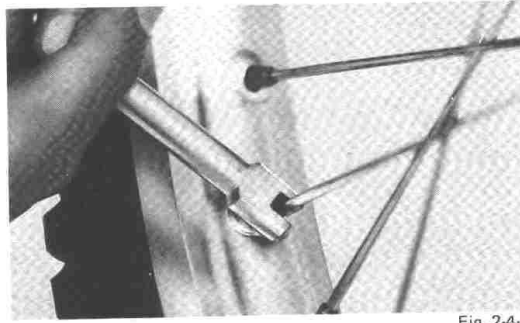

Fig. 2-4-4
b. Check each spoke for tightness. (Fig. 2-4-4)
b. Vérifiez la raideur de chaque rayon. (Fig. 2-4-4)